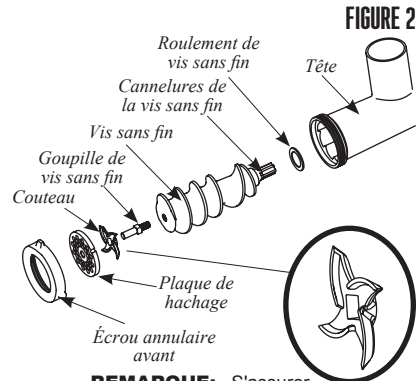

FIGURE 2
3. Insérer la vis sans fin, avec le roulement de la vis sans fin fixé sur la tête (FIGURE 2). Aligner les cannelures de la vis sans fin à l'arbre d'entraînement du hachoir. REMARQUE: Inspecter régulièrement le roulement de la vis sans fin pour détecter toute trace d'usure. Si le roulement de la vis sans fin est particulièrement usé, le remplacer immédiatement pour ne pas endommager la tête.
4. Placer le couteau sur la partie carrée de la goupille de la vis sans fin (FIGURE 2). S'assurer que les lames du couteau sont dirigées avec l'extérieur.